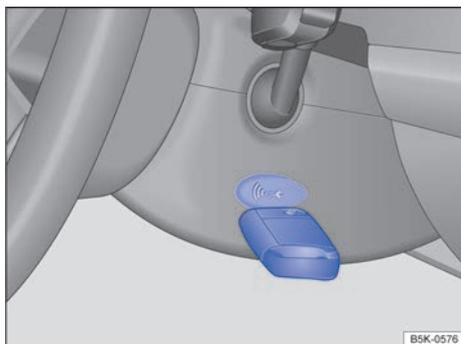

Fig. 113 En el lado derecho de la columna de dirección: función de arranque de emergencia en vehículos con el sistema Keyless Access.
- Inmediatamente después de presionar el pulsador de encendido y arranque, mantenga la llave junto al guarnecido derecho de la columna de dirección → fig. 113.